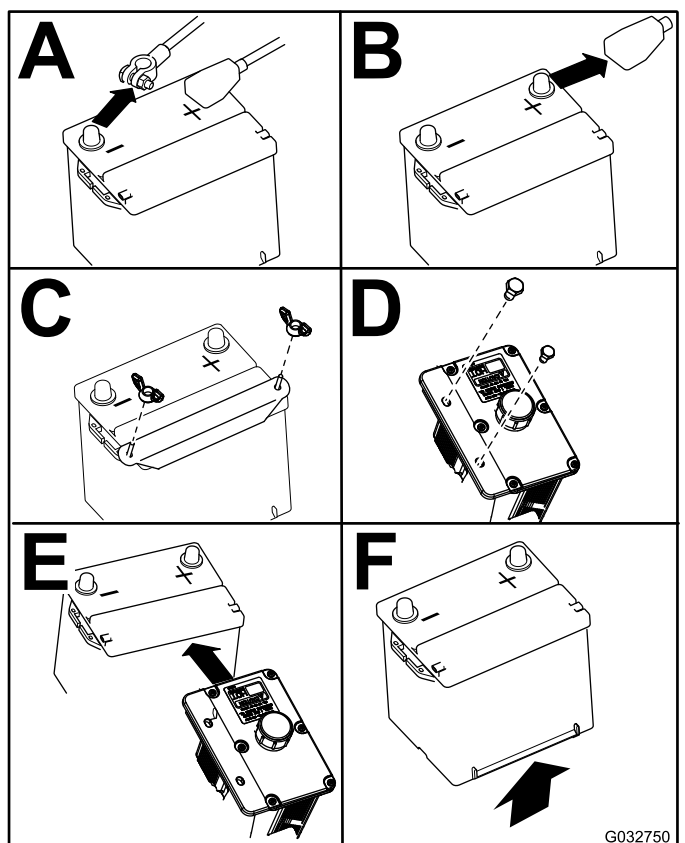

Figure 45
4. Retirez la batterie, comme montré à la Figure 45.